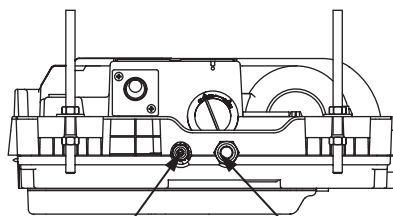

Рисунок 4.1
2. Размер трубопровода: выберите и приобретите медные трубы, соответствующие расчетным длине и диаметру для выбранной в инструкции по монтажу наружного блока модели и фактическим проектным требованиям. Рисунки ниже предназначены только для ознакомления. См. рисунок 4.1.